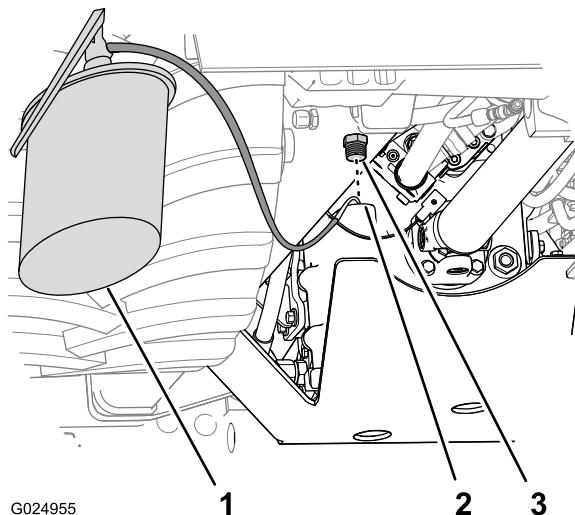

Figura 101
4. Llene la transmisión de aceite del tipo especificado a través del orificio de llenado (Figura 101).